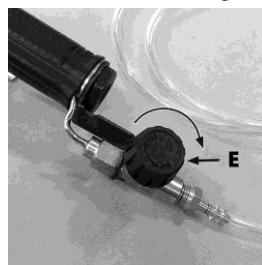

fig. 5
6. Avant de raccorder le tuyau d'arrosage, tournez le régulateur de débit d'eau (E) dans le sens horaire jusqu'à la position OFF (arrêt) (fig. 5).